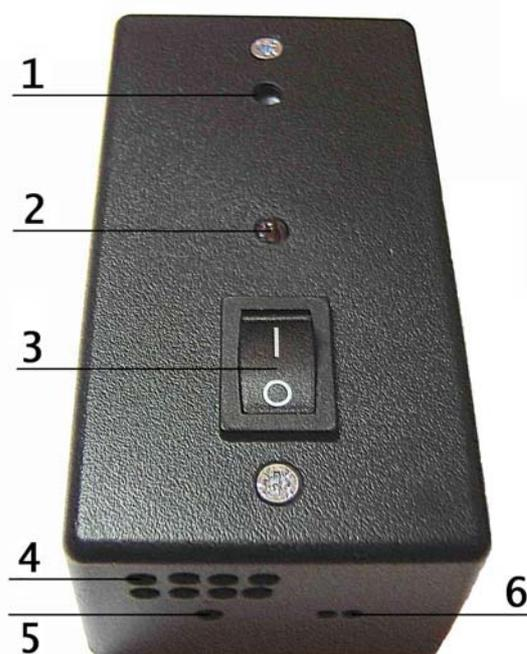

Рис.1
Включение сигнализатора осуществляется перемещением движка выключателя питания **3** (рис.1), в положение « **I** ». При включении сигнализатор должен издать звуковой сигнал. Если сигнал отсутствует, необходимо проверить правильность установки элементов питания и их напряжение. При разряде элементов питания сигнализатор извещает об этом характерным коротким звуком каждые десять секунд, указывающим на необходимость их замены. При глубоком разряде элементов питания раздается два коротких сигнала, и сигнализатор прекращает работу.
В сигнализаторе применена схема контроля порогового устройства для проверки функционирования сигнализатора в режиме тревоги. Для проверки порогового устройства необходимо включить сигнализатор (п. 5.2), вставить в отверстие **5** (рис. 1) продолговатый предмет диаметром не более 3 миллиметров (например, стержень авторучки) и нажать им на кнопку, установленную внутри сигнализатора. Следует подождать примерно 10 - 20 секунд, не отпуская нажатую кнопку. Если прибор исправен, и элементы питания не разряжены, должна зазвучать сирена.
- Вставить подготовленные провода через отверстия **6** корпуса сигнализатора (рис.1) в клеммы и зажать концы проводов в клеммах фиксирующими винтами.